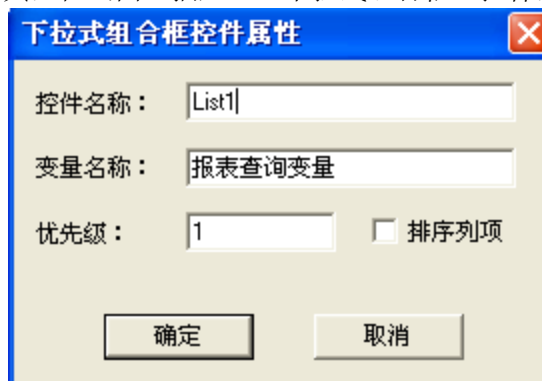

图 8-14
- 5、选择工具箱中的  工具，在画面上插入一“下拉式组合框”控件，控件属性设置如图 8-14 所示。